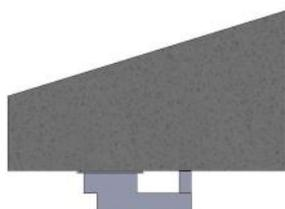

fig. 4
- Eseguire 4 fori sulla parte inferiore della soletta dell'edificio con gli stessi interassi dei fori presenti sulla piastra e fissare lo scorrevole del parapetto con i tasselli idonei (vedi punto 5 pag. 4) (fig. 4 a pag. 9);